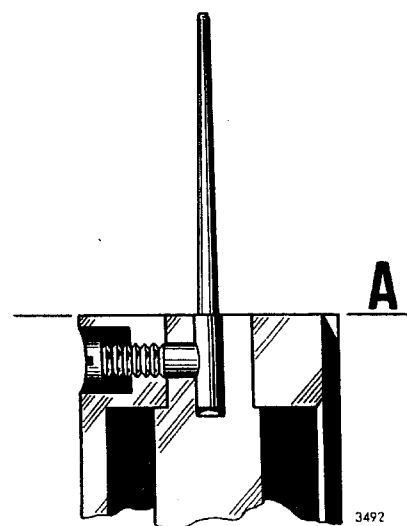

Fig 03-10. Infästning av bränslenål
1. Skruva fast bränslenålen enligt fig 03-10. Endast den koniska delen av nålen skall ligga utanför kolven.